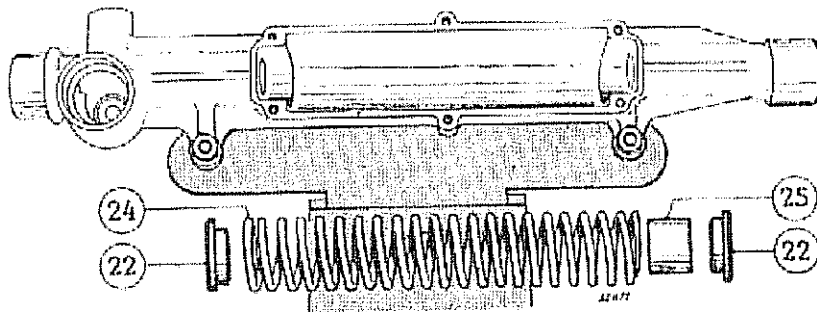

Fig. 299
- 7) Retirar el cárter de la caja, el resorte de retroceso (24), sus dos arandelas de tope (22) y el buje de goma (25) (Fig. 299).